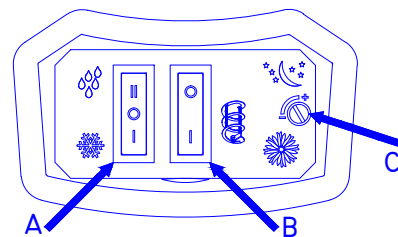

Fig. 5
2.4 Comandi vasca (Fig. 5)
B in posizione  - I vedi Fig. 5
Per una produzione di Bibita fredda, dopo aver preparato il prodotto, predisporre il funzionamento in modalità Bibita. Per fare ciò occorre mettere il deviatore A di funzione in Posizione  - II (vedi Fig. 5)